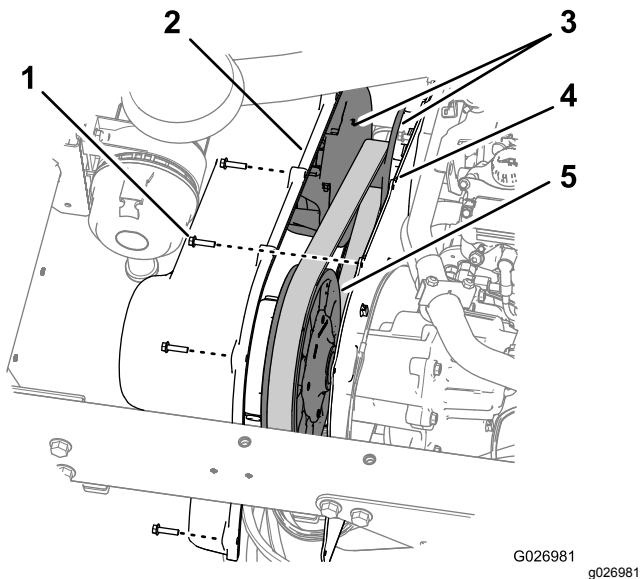

Figura 64
1. Retire os 9 parafusos de cabeça de anilha sextavada ($\frac{1}{4}$ pol. x 1 pol.) que fixam a cobertura da transmissão à placa de montagem da transmissão (Figura 64).
5. Alinhe os orifícios na cobertura da transmissão com os orifícios na placa de montagem (Figura 64).
6. Fixe a cobertura à placa de montagem (Figura 64) com os nove parafusos de cabeça de anilha sextavada ($\frac{1}{4}$ pol. x 1 pol.) que retirou no passo 1 e aperte os parafusos com 10,2 a 12,4 N·m.